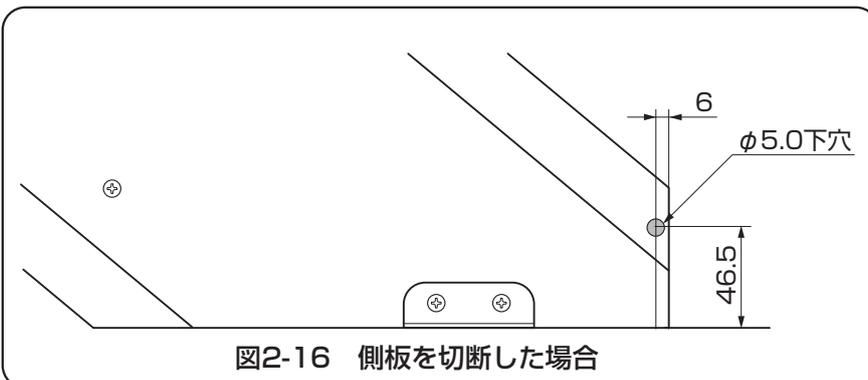

図2-16 側板を切断した場合
- 側板を切断した場合はφ5.0の下穴を開けてから取付けてください。(図2-16参照)